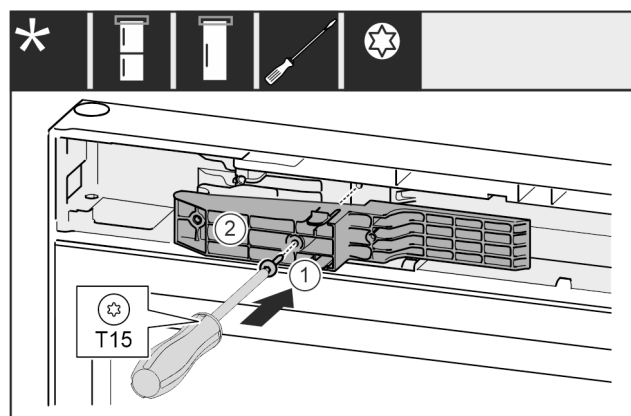

Fig. 68 *
- ▶ Vstavite prilagodilnik Fig. 68 (1) na strani z ročajem v odprtino.*
- ▶ Zategnite vijak Fig. 68 (2) z izvijačem.*